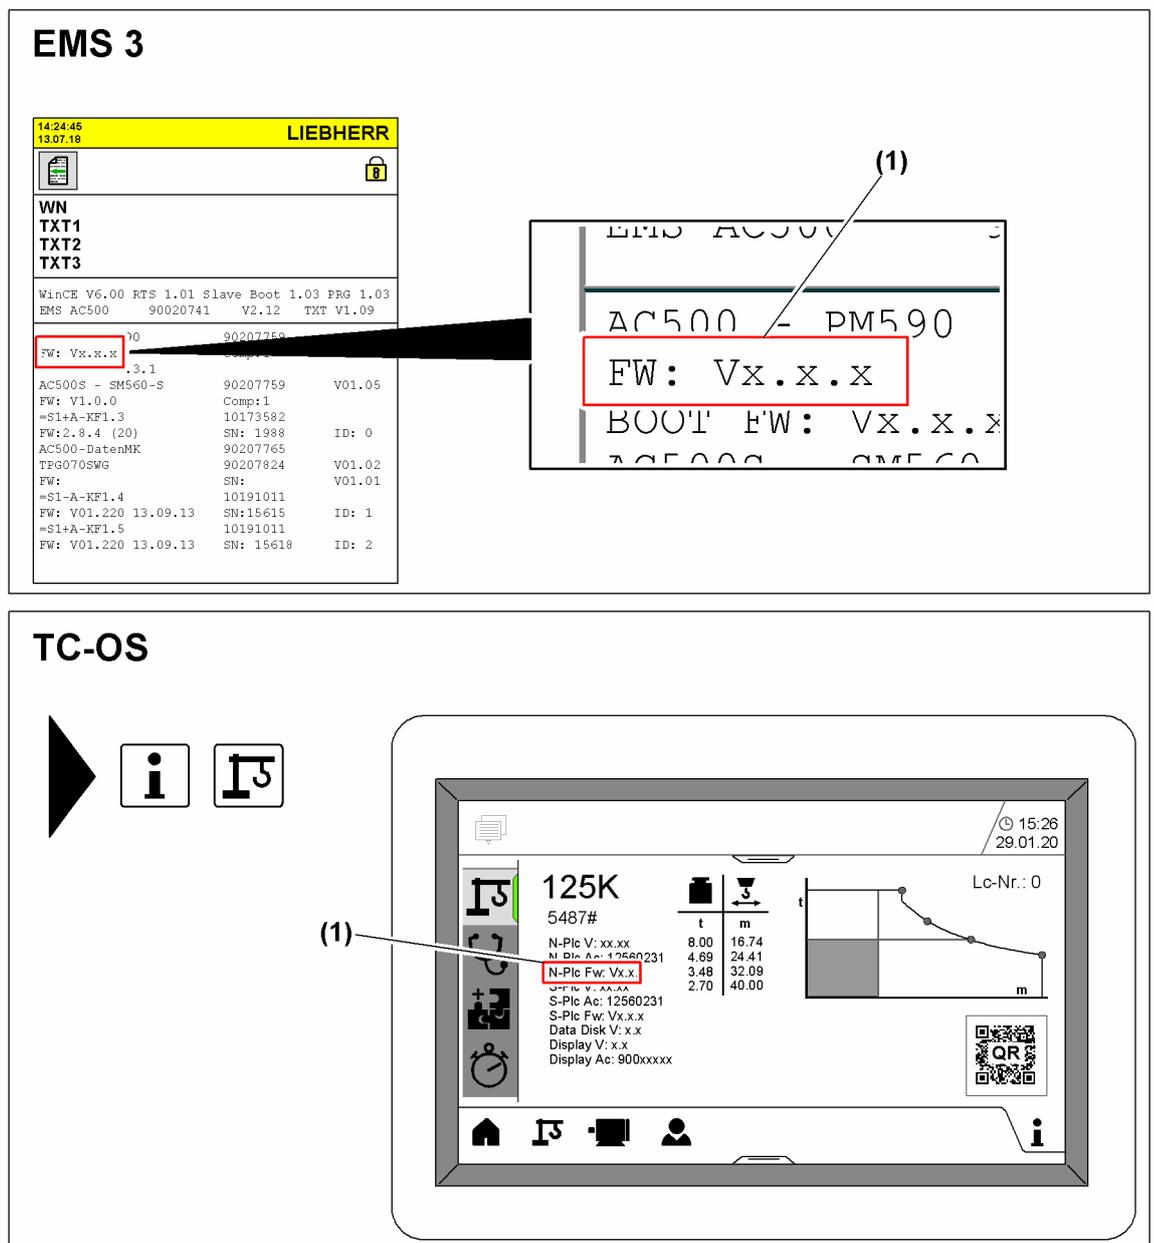

Fig. 11: Anzeige der aktuellen Firmware-Version
- ▶ Firmware-Version **(1)** der SPS-Zentraleinheit am EMS 3 oder am TC-OS-Display prüfen. (siehe: Fig. 11, Seite 23)